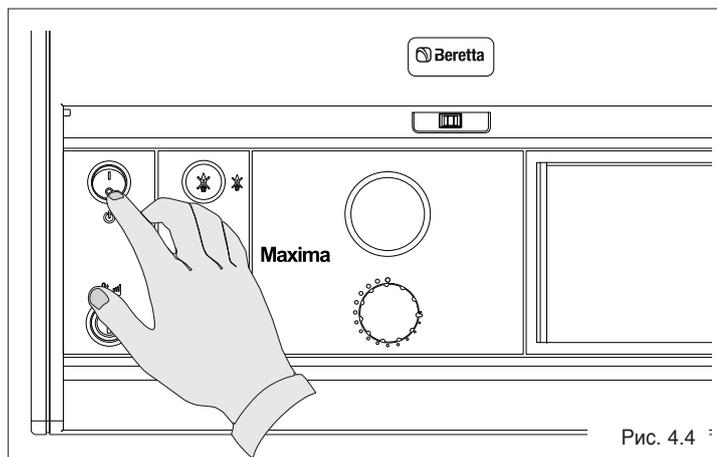

Рис. 4.4
- установите главный выключатель на панели управления в положение (I) «Включено» (Рис. 4.4).